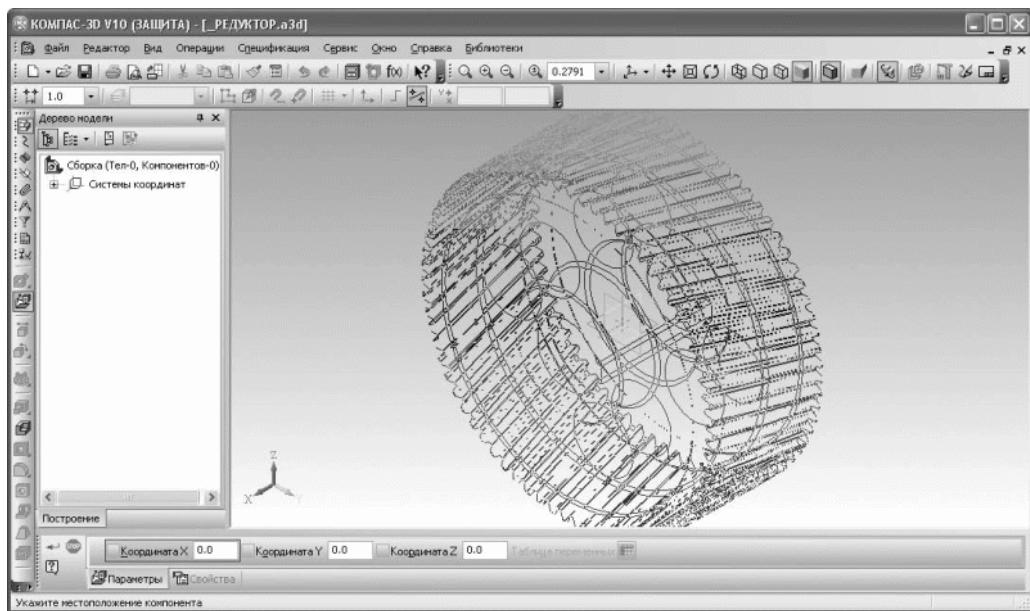

Рис. 3.108. Вставка компонента в сборку (фантом)
1. Нажмите кнопку Добавить из файла на панели инструментов Редактирование сборки. Система выдаст стандартное окно открытия файла, в котором вам необходимо перейти в папку, в которой хранятся все файлы проекта. Проследите, чтобы в раскрывающемся списке Тип файла был выбран пункт КОМПАС-Детали (*.m3d). Выберите файл под названием Колесо зубчатое.m3d (в окне предварительного просмотра справа от списка файлов должна отобразиться содержащаяся в нем модель) и нажмите кнопку Открыть. Окно открытия файла исчезнет, а в сборке появится фантомное отображение модели зубчатого колеса, которое будет перемещаться по документу за указателем мыши (рис. 3.108). Фантом добавляемого компонента привязан к указателю в точке начала своей локальной системы координат (ЛСК).